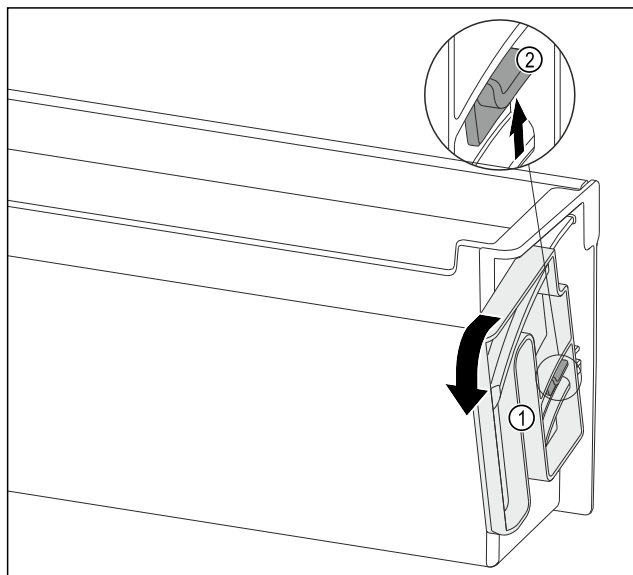

Fig. 94
- ▶ Rotiți unitatea de rotire Fig. 94 (1) în direcția indicată până la opritor.
- ▶ Apăsați în sus eclisa Fig. 94 (2) și extrageți unitatea de rotire Fig. 94 (1).